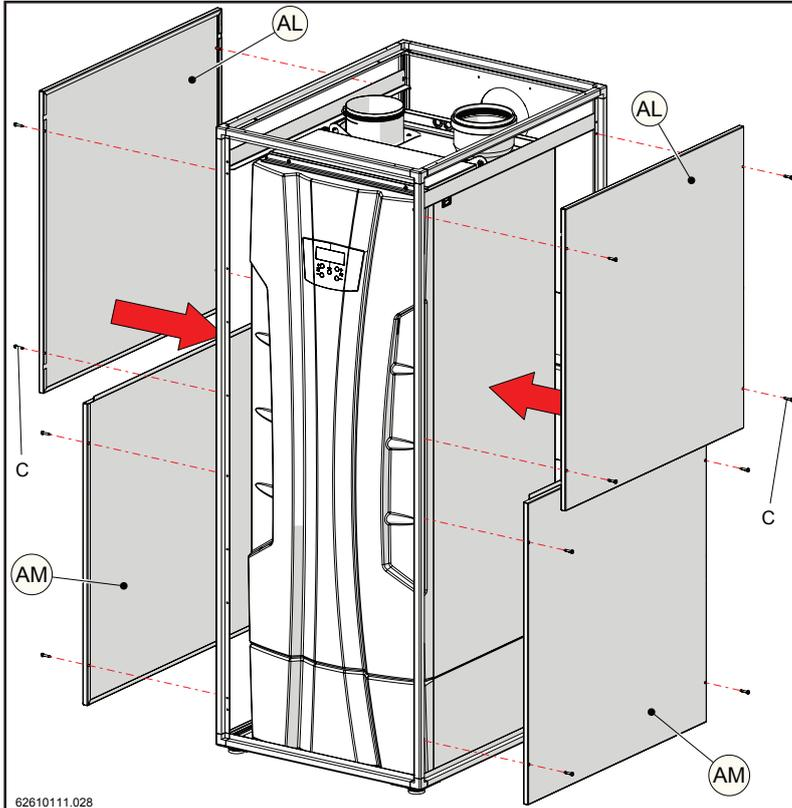

Figure 12-23
- 11.- Appliquer les couvertures latéraux (AM) (avant) et (AL) (après), et les fixer a la structure avec les vis "C" (fig. 12-23).